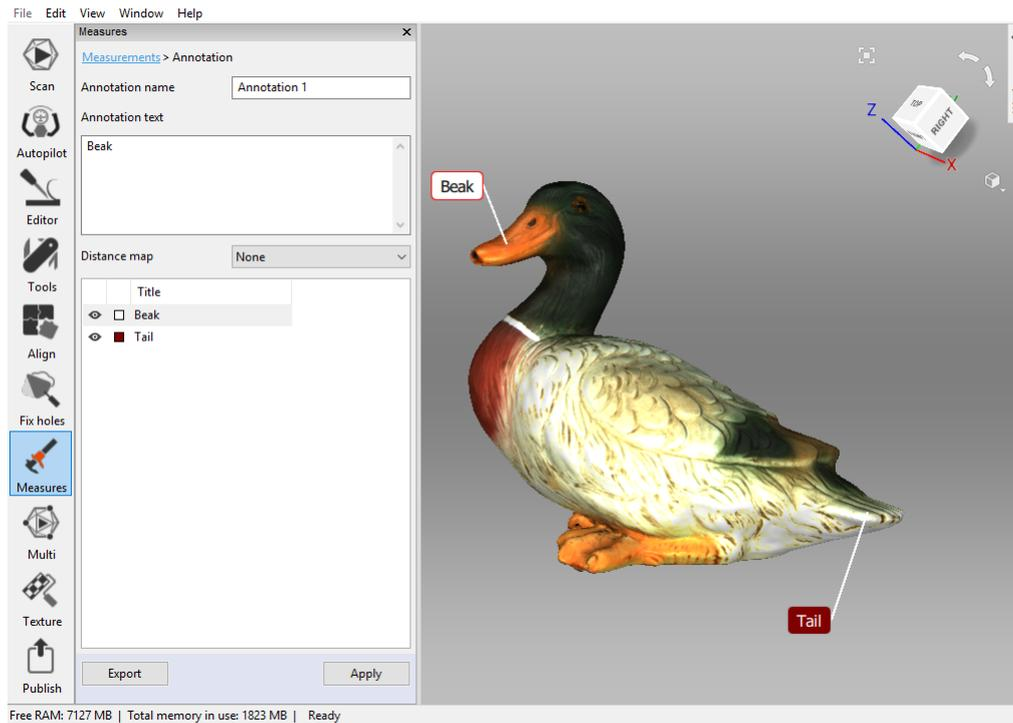

Abbildung 118: Anmerkung zu einem Modell mit überlagerter Flächen-Abstands-Karte.
Mit Hilfe der Werkzeuge *Anmerkungen* lassen sich beachtenswerte Oberflächen und Flächen-Abstands-Karten markieren. Eine Anmerkung kann aus einem oder mehreren rechteckigen Labeln bestehen, von denen Verbindungslinien zu den entsprechenden Oberflächenelementen weisen (siehe Abb. 118).
5. Um ein neues Label zu erzeugen, die Schritte 3 und 4 wiederholen. Zusätzlich zur Kennzeichnung der Oberfläche erscheint jedes neue Label in der Anmerkungsliste im Bedienfeld *Messen* (siehe Abb. 118). Label können in der Liste angezeigt oder verborgen werden. Auch kann die Farbe geändert werden, und zwar durch Drücken auf **RMB** und Selektieren der passenden Option im Menü. Alternativ das Selektions-Merkmal  umschalten oder auf den quadratischen Knopf klicken, um Label anzuzeigen/zu verbergen, oder deren Farbe zu ändern.
- Das Label im Fenster *3D-Ansicht* selektieren, wobei die Umrandungsfarbe nach Rot wechselt (siehe selektiertes Label in Abb. 118). Die Taste **Del** key drücken.